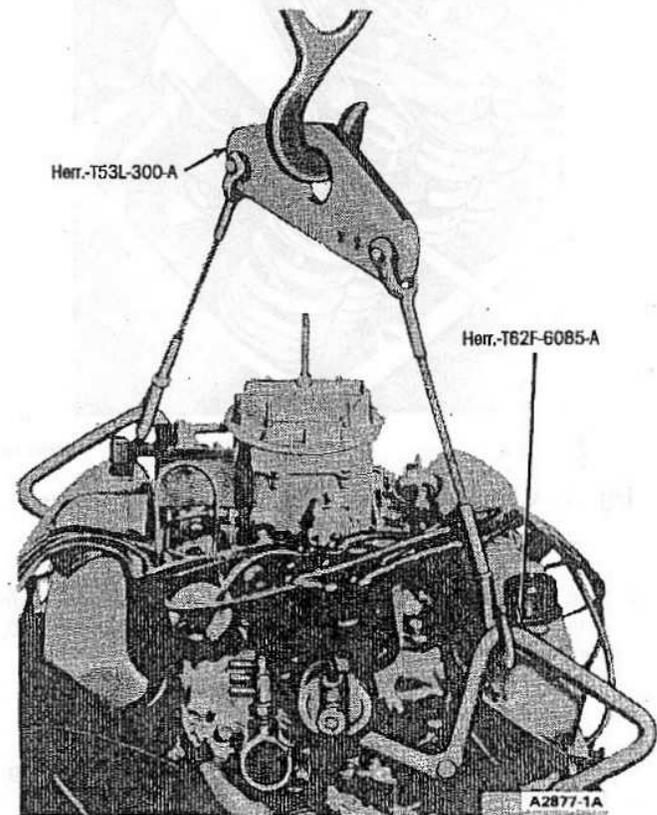

Fig. 7. Soporte y Eslingas para Desmontaje de Motor Típico
16. Baje el vehículo; soporte la transmisión. Instale los dispositivos de sujeción en la parte delantera de la culata izquierda de cilindros e instale el gancho derecho para levantar el motor, en la parte posterior de la culata derecha. Luego, coloque la eslinga para levantar el motor (Fig. 7).
1. Coloque la eslinga y los soportes para levantar el motor (Fig. 7). Quite el motor del caballete de trabajo.
18. Si se usa desconecte el alambre en el embrague magnético del compresor del Aire Acondicionado (consulte Grupo 36). Instale el gancho para levantar (Fig. 7) los tornillos de sujeción en el múltiple de admisión. Quite los dos tornillos superiores de la cubierta del convertidor al bloque.
no se dañen. Instale el motor sobre un caballete de trabajo (Fig. 7).